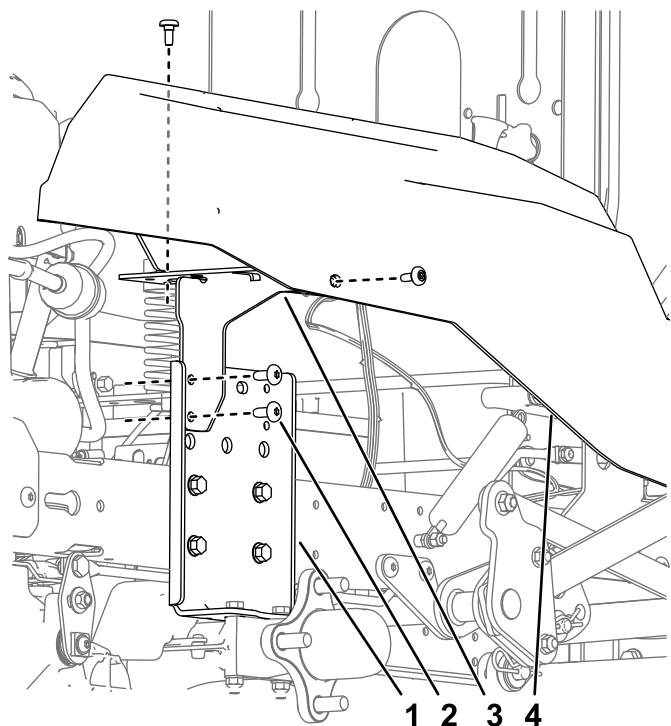

Figura 3
12. Remova os suportes do módulo da máquina (Figura 3).